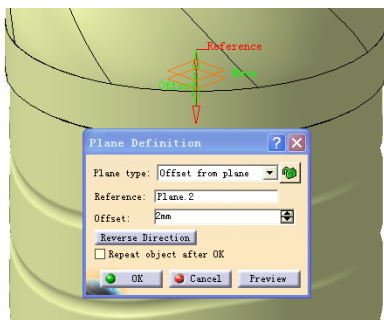

图 4-497
② 以 Plane.2 作为参考 (Reference), 方向向下重复步骤①的操作。单击 OK 按钮完成平面 Plane.7 的建立, 如图 4-497 所示。